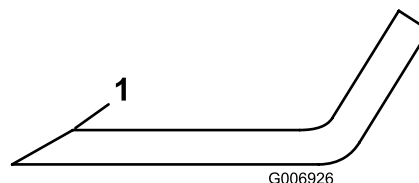

Figura 73
3. Inspeccione as extremidades de corte de todas as lâminas. Afie as extremidades de corte se estas apresentarem sinais de desgaste ou ranhuras. Afie apenas a zona superior da parte cortante e mantenha o ângulo de corte original para garantir um desempenho eficaz da lâmina (Figura 73). A lâmina mantém o equilíbrio se for retirada a mesma quantidade de metal de ambas as partes cortantes.